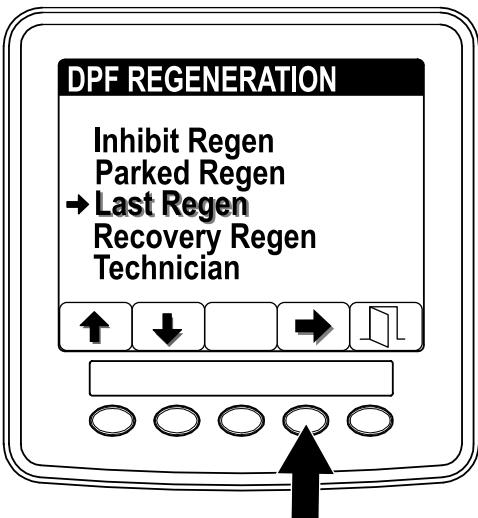

Figura 36
- Acceda al menú DPF Regeneration (Regeneración de DPF) y pulse los botones 1 o 2 para desplazarse hacia abajo, hasta la opción LAST REGENERATION (Última regeneración) (Figura 36).
- Pulse el botón 4 para seleccionar la opción Last Regeneration (Última regeneración) (Figura 36).